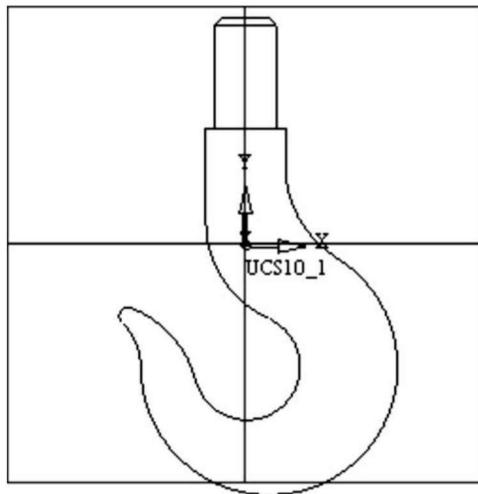

图 1-5 退出草图
(4)点选“草图”工具条的“退出草图”命令按钮 \blacksquare ,完成如图 1-5 所示的吊钩绘制。